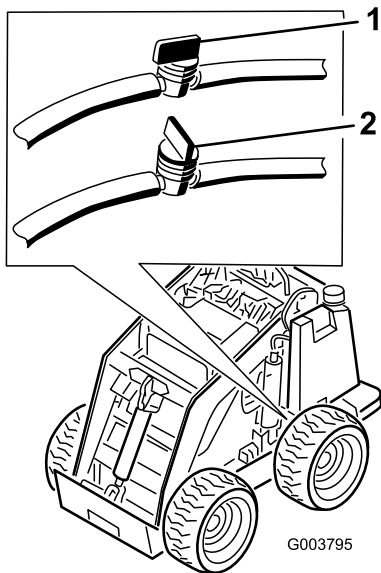

Figure 35
3. Fermez le robinet d'arrivée de carburant au bas du réservoir de carburant (Figure 35).
10. Ouvrez le robinet d'arrivée de carburant au bas du réservoir de carburant (Figure 35).
3. Fermez le robinet d'arrivée de carburant sur le flexible au bas du réservoir de carburant (Figure 35).
10. Ouvrez le robinet d'arrivée de carburant sur le flexible situé près du fond du réservoir de carburant, comme montré à la Figure 35.